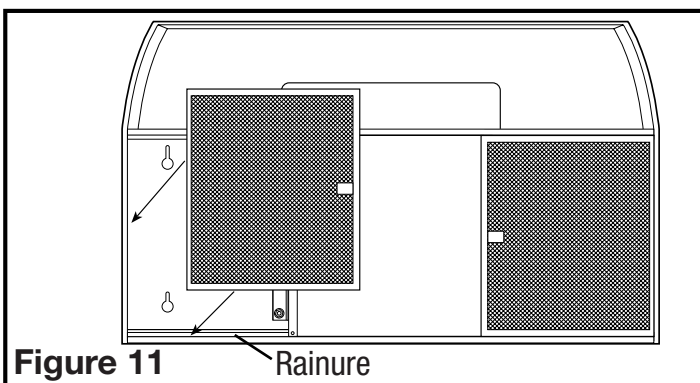

Figure 11
2. Réinstallez les filtres en les glissant dans les rainures, de chaque côté de la hotte, et en les poussant vers le haut jusqu'à ce qu'ils soient bien en place (Figure 11).